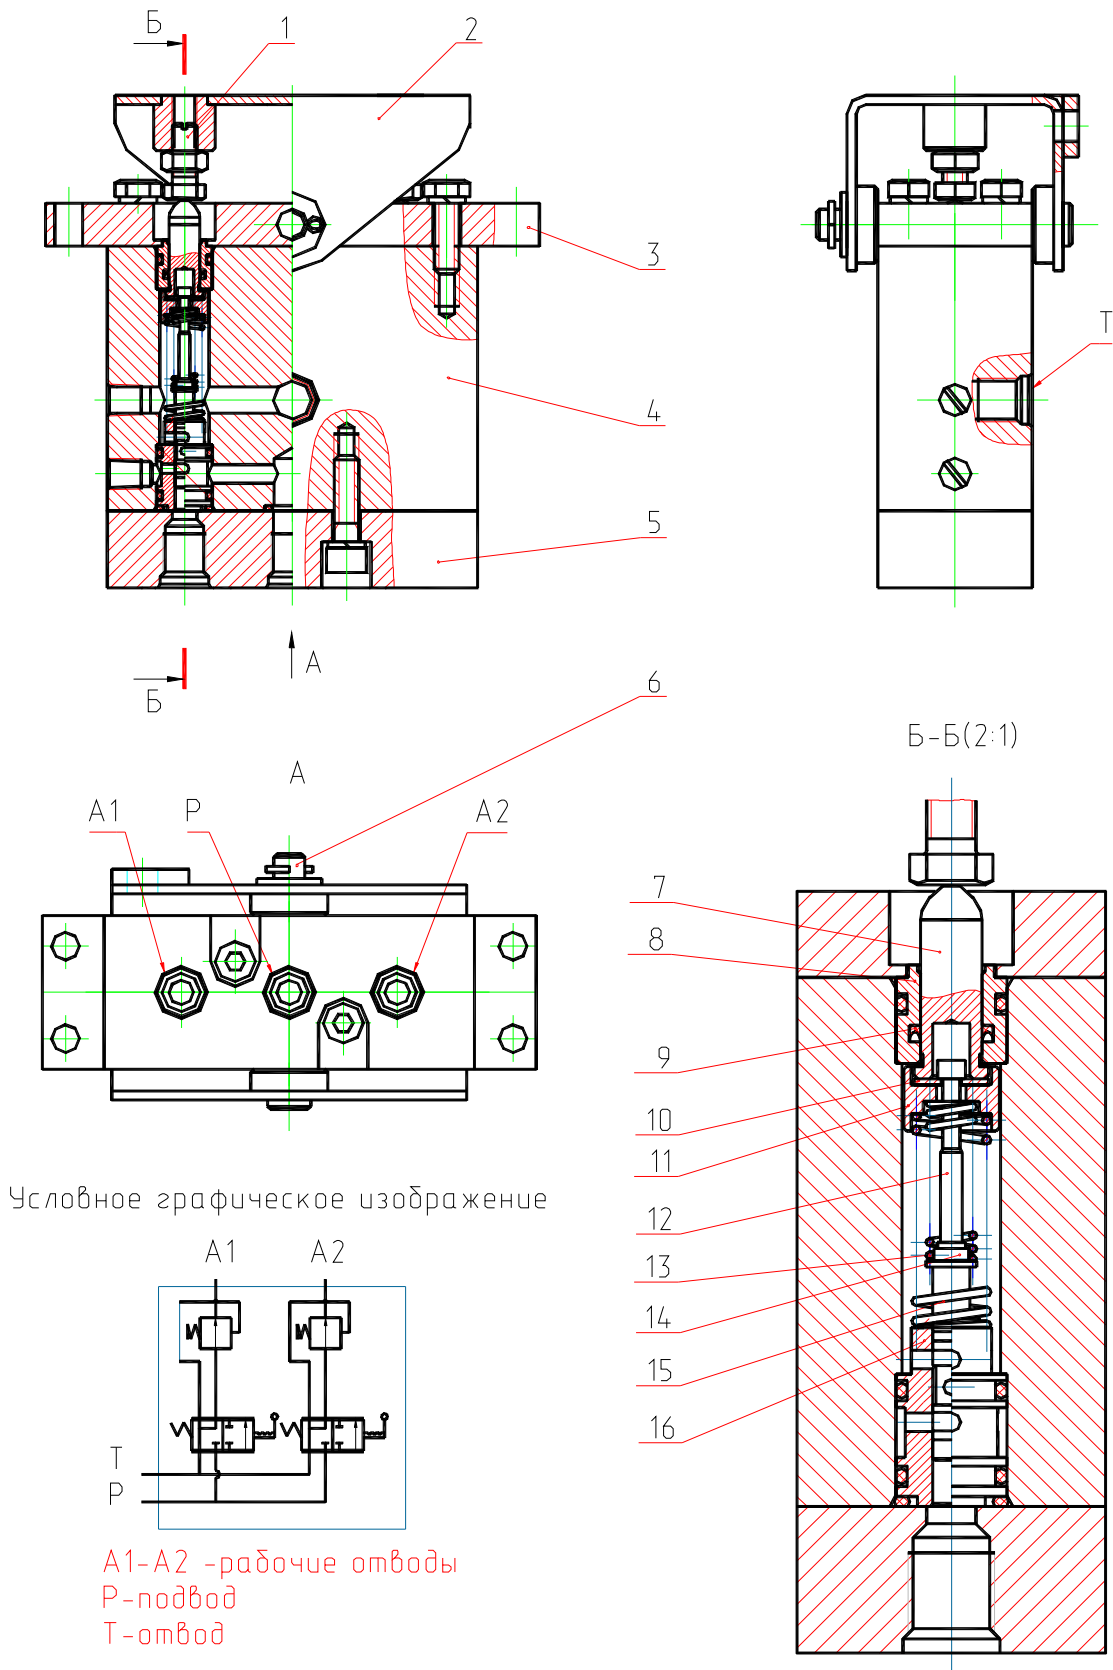

Рис. 61 Блок управления педальный
3) Блок управления III (рис. 61) – педальный двухзолотниковый